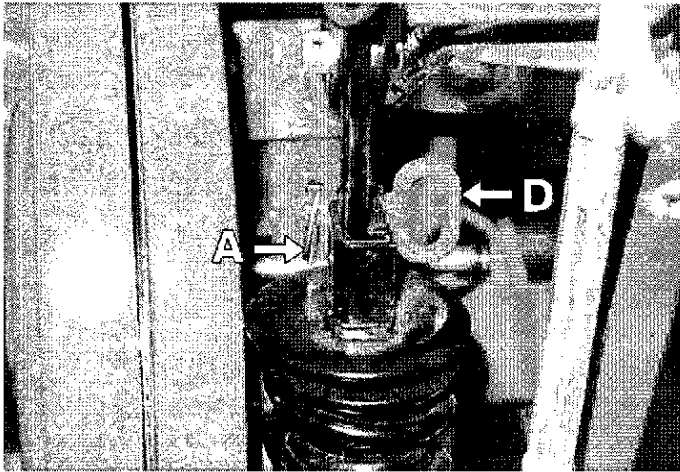

fig.9
**Solo per Rotex TSB:** togliere lo spillo di sicurezza A, ed estrarre il perno fermo molle D (fig.9). Prima di iniziare il lavoro disattivare il fermo rosso G ruotandolo come indicato in figura 10/a.
**Only for Rotex TSB:** remove the safety plug A, and extract the pin that blocks the spring D (fig.9). Before starting work operations, disable the red stop G by turning it as indicated in figure 10/a.
**Seulement pour Rotex TSB:** enlever la fiche de sécurité A et extraire le goujon d'arrêt du ressort D (fig.9). Avant de commencer le travail, il faut débrancher l'arrêt rouge G en le tournant selon l'indication sur la figure 10/a.
**Sólo para Rotex TSB:** quitar la clavija de seguridad A y extraer el perno de sujeción del resorte D (fig.9). Antes de empezar el trabajo hay que desactivar el bloqueo rojo G girándolo tal y como se indica en la figura 10/a.
**Nur bei Rotex TSB:** den Sicherheitsstift A, entfernen und den Klemmbolzen der Federn herausziehen D (Abb. 9). Vor Arbeitsbeginn die rote Blockierung G deaktivieren; diese dazu wie in Abbildung 10/a gezeigt drehen.